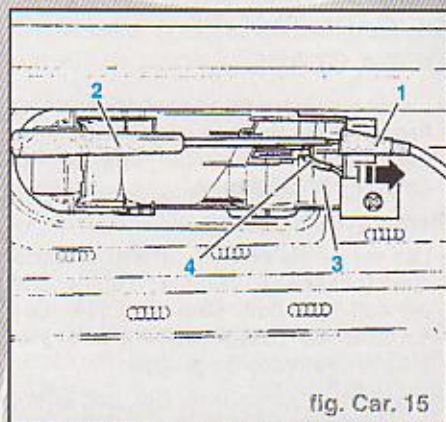

fig. Car. 15
- A l'aide de la pince de démontage 3392, déclipser le revêtement de porte (1) sur les côtés.
- A l'aide d'un tournevis à lame plate (2) déclipser le guide-câble (1) l'extraire du support (3) en le tirant dans le sens de la flèche et décrocher le crochet de câble Bowden (4) (fig. Car. 15).